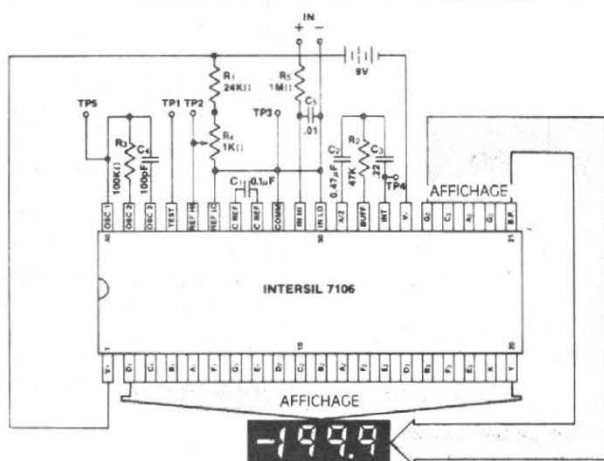

Fig. 5 - Voltmètre numérique à LCD.
Les schémas théoriques des figures 5 et 6 illustrent la simplicité de réalisation.
- Voltmètre à affichage LCD (7 106) (fig. 5).